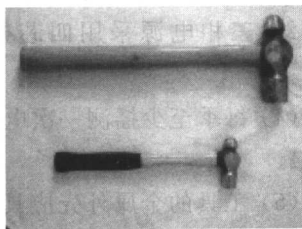

图 1-8 锤子
(8) 锤子,又叫榔头,如图 1-8 所示,是用来敲打、固定、加工变形各种金属及非金属材料的一种工具。使用时不宜戴手套,以免滑脱;用力要适当、不要用蛮劲。